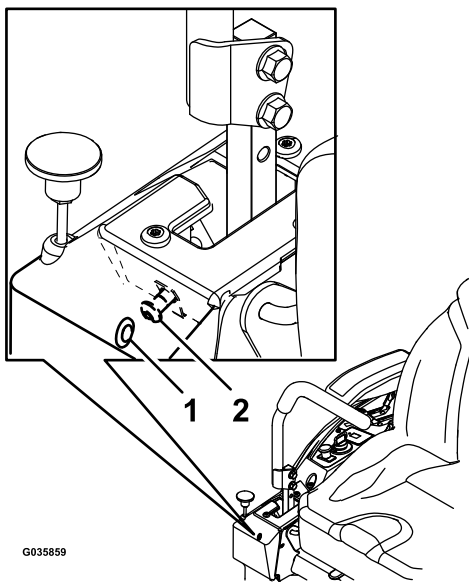

Figure 87
6. Si la machine se déporte à droite, insérez une clé hexagonale de 3/16 po dans le trou d'accès du panneau de couvercle avant droit et tournez la vis de réglage de l'alignement dans le sens horaire ou antihoraire pour ajuster la course du levier (Figure 87).
7. Si la machine se déporte à gauche, insérez une clé hexagonale de 3/16 po dans le trou d'accès du panneau de couvercle avant droit et tournez la vis de réglage de l'alignement dans le sens horaire ou antihoraire pour ajuster la course du levier (Figure 87).